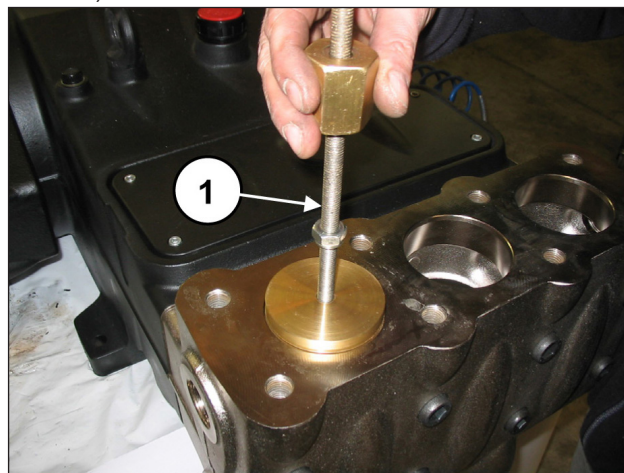

Abb. 101
Entfernen Sie die Ventilkappe mithilfe eines Abziehers mit Schlagwerk an der Bohrung M10 der Ventilkappe (Pos. ①, Abb. 101).